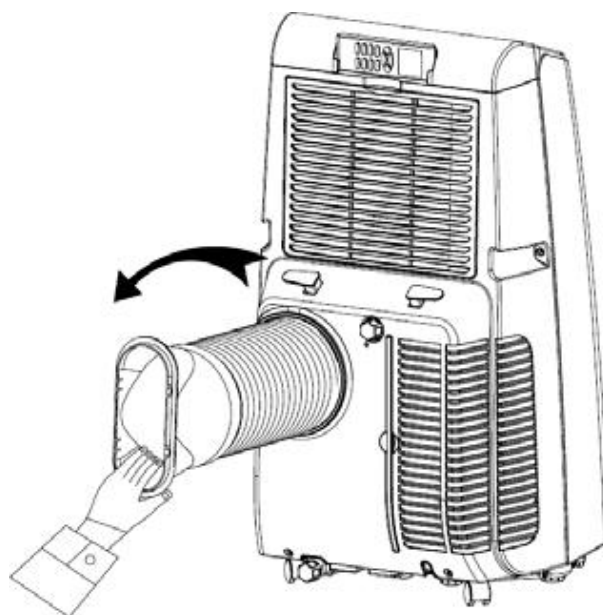

Figura 1
- 1.1 Instalați ansamblul furtunului de evacuare (așa cum se arată în Figura 1): înșurubați ansamblul furtunului (capătul furtunului de evacuare) în orificiul de evacuare aflat în spatele aparatului (în sens invers acelor de ceasornic).